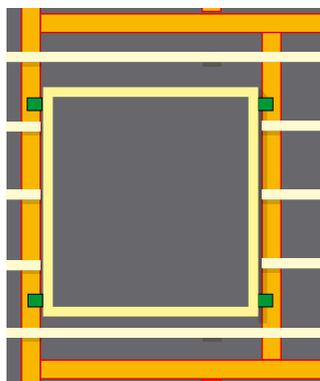

Рис. 3
- если расстояние между стропилами меньше ширины окна, возможно частичное изменение конструкции стропил (рис. 3).